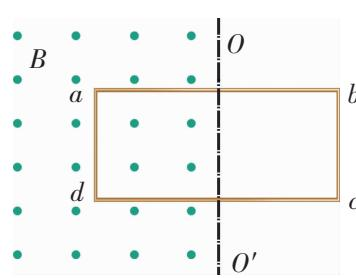

图 1-3-7
1. 如图 1-3-7 所示， OO' 是矩形导线框 $abcd$ 的对称轴，其左方有匀强磁场。以下哪些情况下，线框 $abcd$ 中有感应电流产生？方向如何？